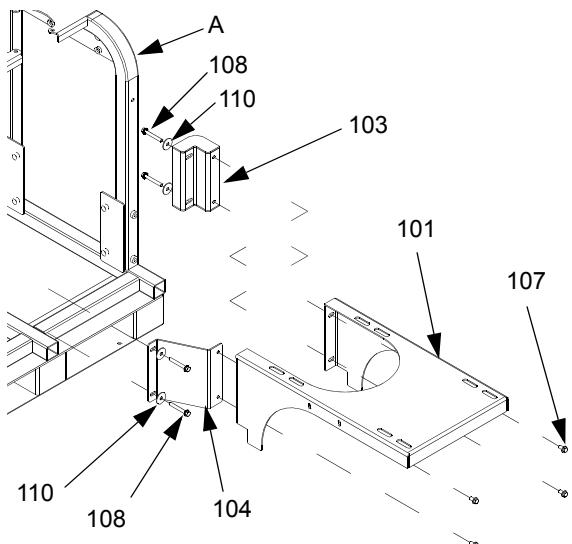

Рис. 6: Задняя часть рамы
- b. Повторите эти действия для второго бункера (D) на противоположной стороне рамы (A).
2. Монтаж бункеров (D) на заднюю часть рамы (A). См. стр. Рис. 6.